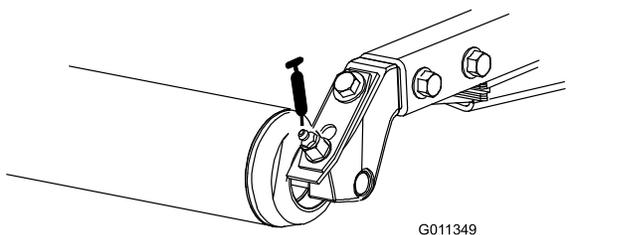

図 50
- 後ローラのベアリング各カuttingユニットに2ヶ所 図 50